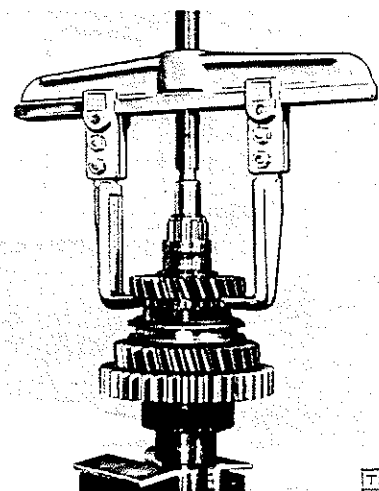

BILD 7: Abziehen der Laufbüchse zum 4. Gangrad
2. Abziehvorrichtung am Zahnrad zum 3. Gang (6/7) ansetzen und samt der Buchse (6/6) abziehen (Bild 7).